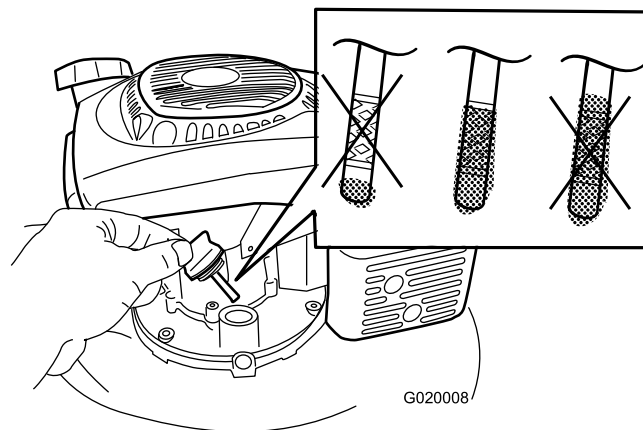

Figura 22
7. Versate **lentamente** l'olio nel foro di riempimento finché non raggiunge il segno di pieno sull'asta di livello (Figura 22). **Non riempite troppo.** (Riempimento massimo: 0,59 litri, tipo: olio detergente 10W-30 o SAE 30 con service classification API SJ o superiore.)